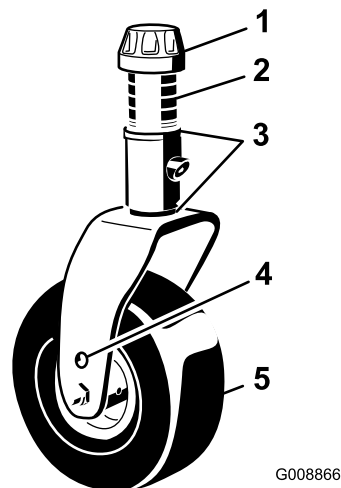

Bild 95
1. Entfernen Sie die Spannkappe von der Laufradspindelwelle und ziehen die Laufradspindelwelle aus dem Laufradarm heraus (Bild 95).